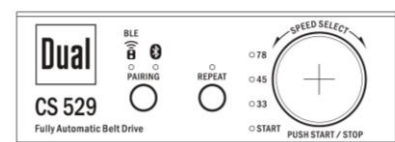

Abb.2
1. Den Netzschalter (8) einschalten. Die LEDs für Bluetooth und „33“ leuchten rot und blau. (Abb. 2)
2. Platte auflegen, bei Singles den Zentrierpuck aufsetzen und die Plattengröße einstellen (20).
3. Am Schalter (12) die gewünschte Geschwindigkeit **33, 45; 78** wählen. Die gewählte Drehzahl wird per LED angezeigt.
4. Den Halteclip an der Tonarmablage lösen und den Schalter (12) diesmal drücken.
6. Der Abspielvorgang kann durch Drücken des Schalters (12) beendet werden. Der Tonarm kehrt zurück zur Ablage. Die „Start“ LED blinkt.
Drücken sie die Taste „REPEAT“ (Abb.2) und der Abspielvorgang wiederholt sich automatisch nach dem Ende der Platte.